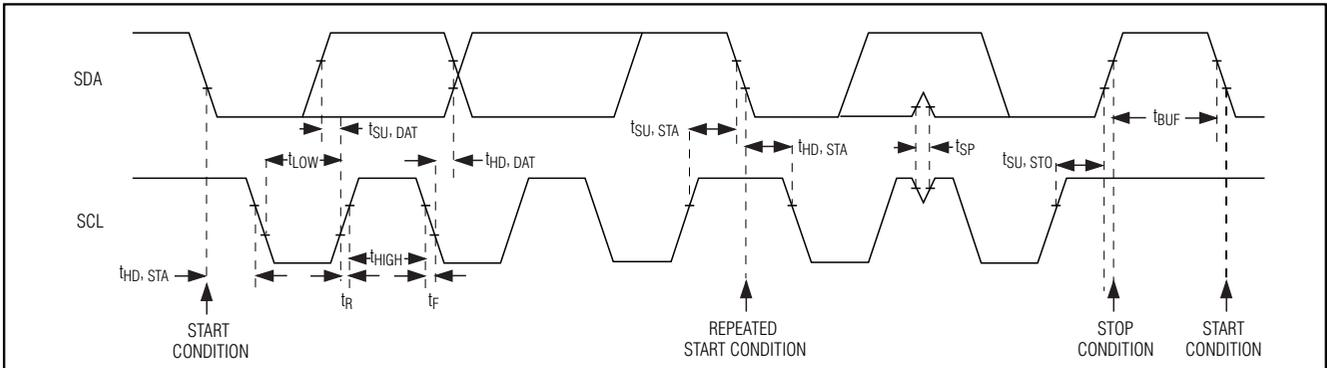

図9. I2Cシリアルインターフェースのタイミング図
MAX9526は、シリアルデータライン(SDA)およびシリアルクロックライン(SCL)で構成されるI2C/SMBus™互換の2ワイヤのシリアルインタフェースを備えています。SDAとSCLによって、最大400kHzのクロック速度でMAX9526とマスタの間の通信を簡単に実現します。図9に、2ワイヤのインタフェースタイミング図を示します。マスタはSCLを生成し、バスを通じたデータ転送を開始します。マスタデバイスは、レジスタアドレスが後に続く適切なスレーブアドレス、およびその後、データワード送ることによって、MAX9526にデータを書込みます。各送信シーケンスは、START (S)、またはREPEATED START (Sr)条件、およびSTOP (P)条件により形成されます。MAX9526に対して送信される各ワードは、8ビット長で、アクノリッジクロックパルスが続きます。MAX9526からデータを読み込むマスタは、9個のSCLパルス列が後に続く適切なスレーブアドレスを送信します。MAX9526は、マスタが生成したSCLパルスに同期したデータをSDAに送信します。マスタはデータの各バイトの受信に対して確認応答します。各読み出しシーケンスは、STARTまたはREPEATED START条件、非アクノリッジ、およびSTOP条件によって形成されます。SDAは、入力とオープンドレイン出力の両方として機能します。標準で500 $\Omega$ より大きいプルアップ抵抗がSDA上に必要になります。SCLは入力としてのみ機能します。複数のマスタがバス上に存在する場合、またはオープンドレインのSCL出力を持つ単一のマスタの場合、標準で500 $\Omega$ より大きいプルアップ抵抗がSCL上に必要になります。SDAとSCLへの直列抵抗は任意です。直列抵抗は、クロストークおよびバス信号のアンダーシュートを最小化するだけでなく、バスラインの高電圧スパイクからMAX9526のデジタル入力を保護します。